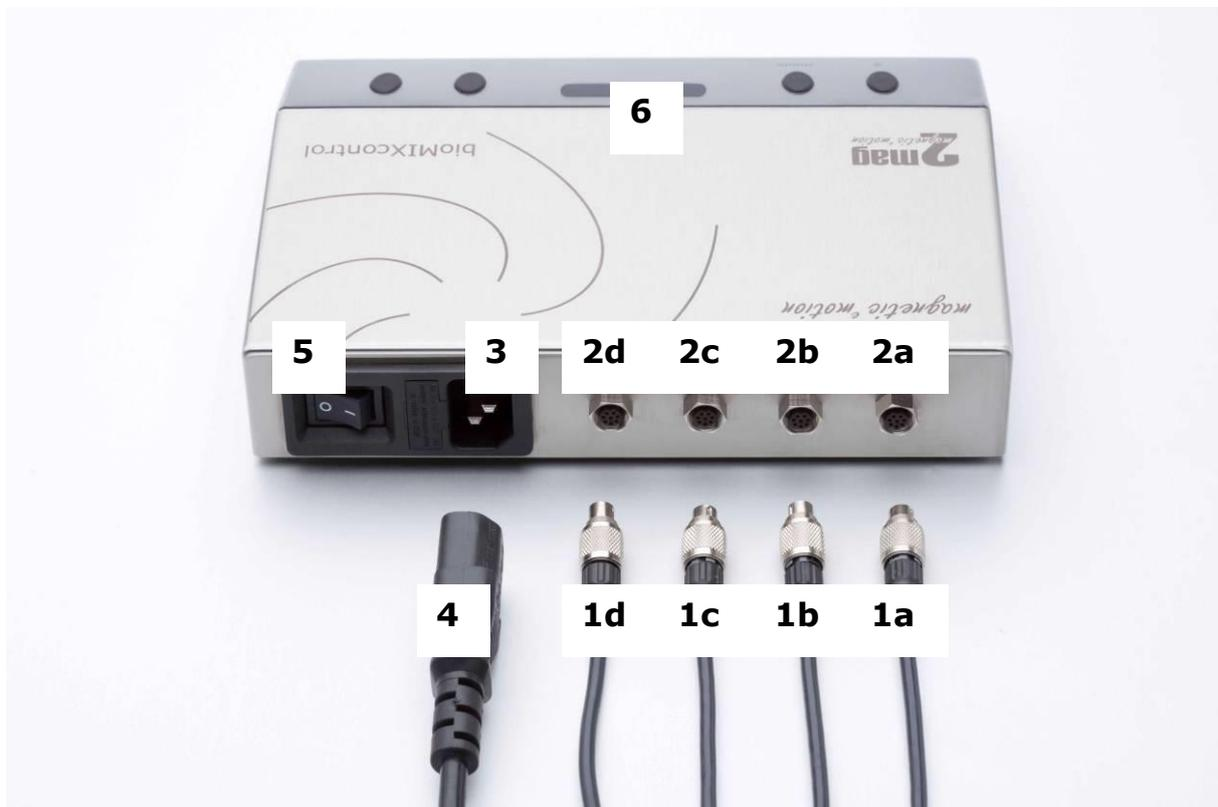

Fig. 2 : Installation, panneau arrière de l'unité de commande bioMIXcontrol 4MS
Version (2) : Raccordement à bioMIXcontrol 4MS (voir aussi figure 2)